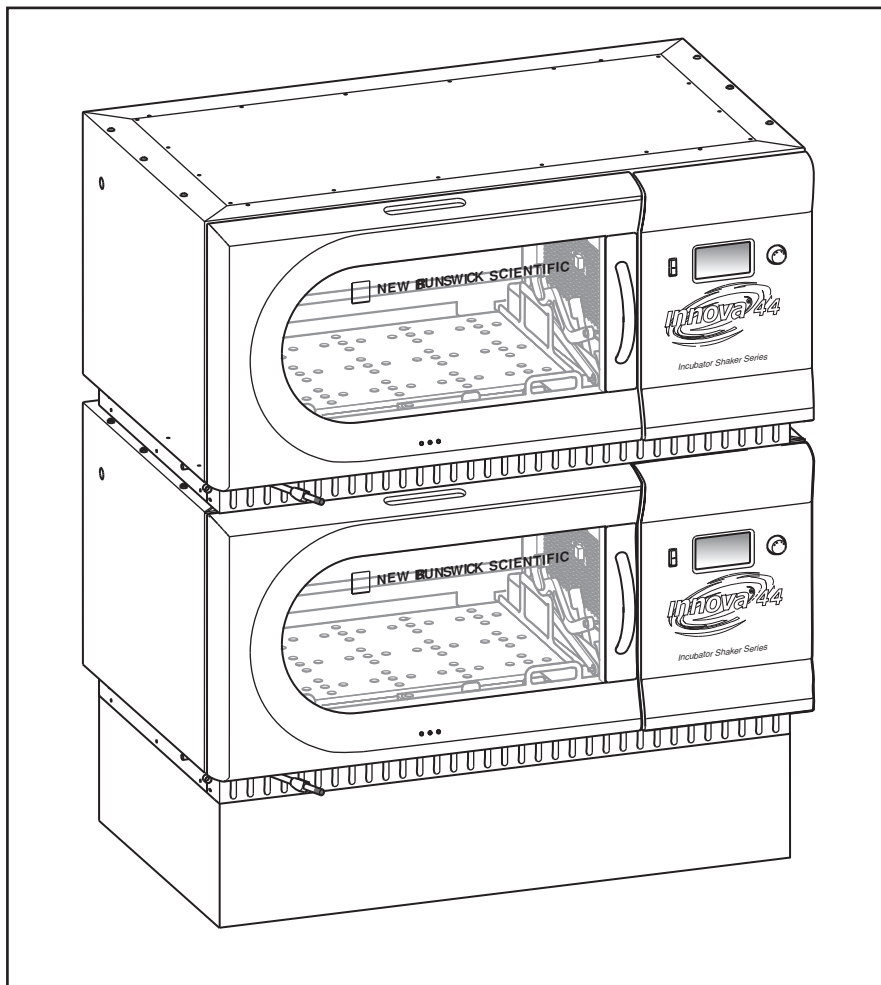

Рис. 6-7: Установленные друг на друга шейкеры
4. Как показано на рисунке (см. рис. 6-7 на стр. 31), зафиксируйте нижнюю часть верхнего шейкера на монтажных кронштейнах (уже прикрепленным к шейкеру снизу) с помощью винтов, стопорных и подкладных шайб из комплекта поставки.